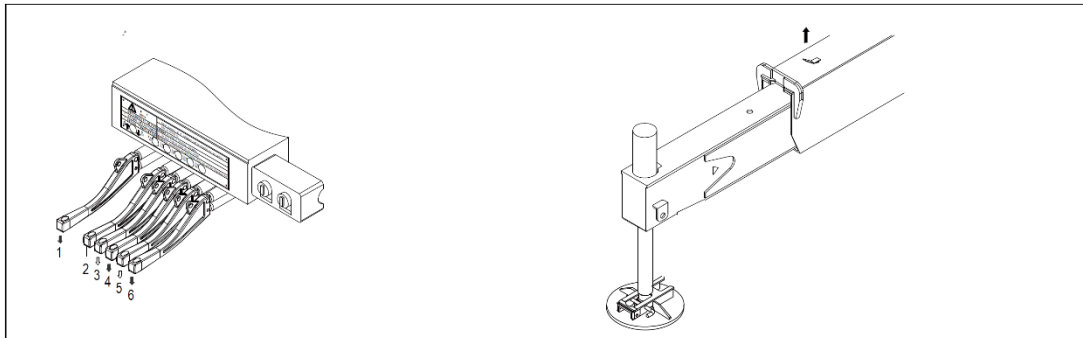

Figura 4-61 Remoção de viga deslizante
- (1) Pare o trabalho (abaixe a carga com segurança).
- (2) Retraia a lança.
- (3) Acondicione a lança corretamente.
- (4) Retraia a 5ª retranca.**
- (5) Retraia todos os outros estabilizadores.**
a) Remova o pino da viga deslizante. Consulte a figura 4-61.